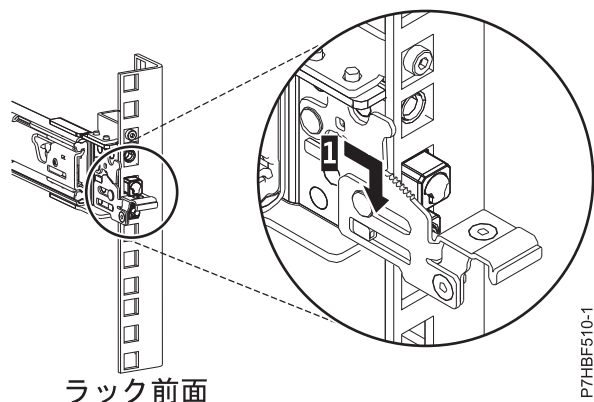

図5. ラックの前面レールに取り付けられているピン
6. スライド・レールを前方に引き、レール前部の 3 つのピンを、事前にマークを付けた、選択済みの EIA 単位の 穴に挿入します。スライド・レールを下方に下げて (1)、中央のピンのフック機構を噛み合わせます。詳しくは、図5 を参照してください。